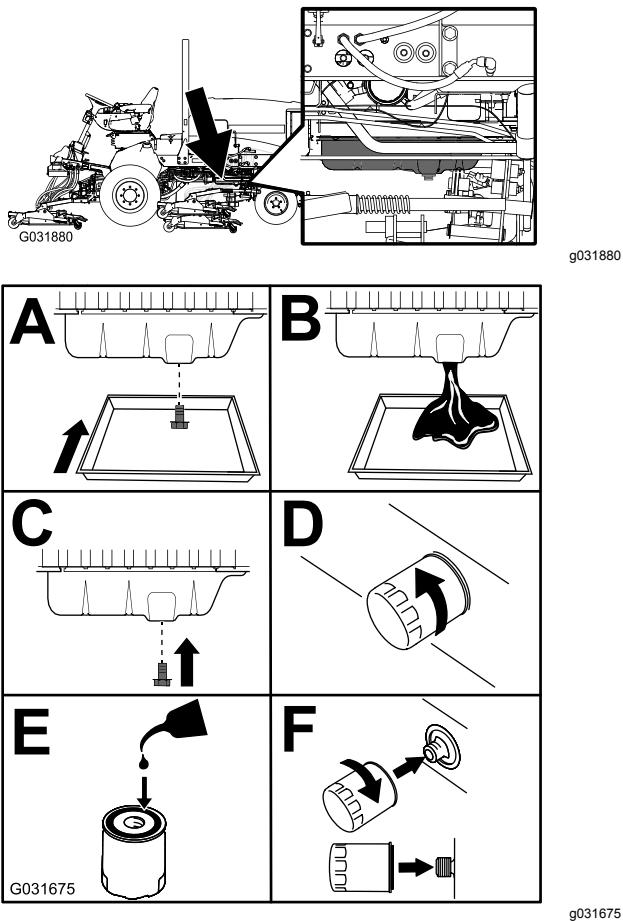

Figura 55
- Substitua o filtro e o óleo do motor (Figura 55).